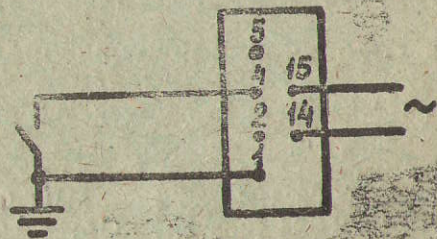

Рис. 6. Схема соединения БКС-3, БКС-3U
Датчик подключается к клеммам 1 и 4 по схеме рис. 6.
7.2. При работе блока на два уровня разветвление жил кабеля делается непосредственно у датчика согласно рис. 6.